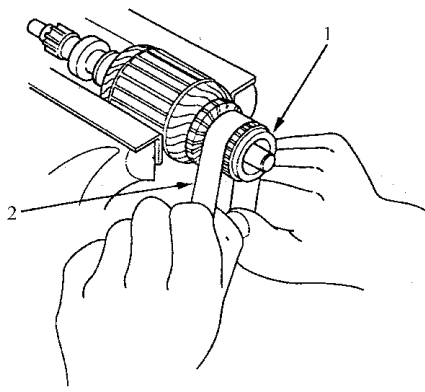

图 9-14 修整换向器
- 4) 检查换向器表面，如果表面脏污或烧蚀，可以在技术规格要求允许的范围内，如图 9-14 所示，用砂布或车床重新修整表面，或用 # 500 或 # 600 砂纸修整。